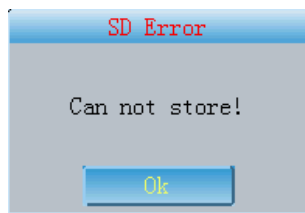

Fig. 7-30
(2) Si selecciona el modo "Sólo almacenamiento", cuando no haya tarjeta SD o se produzca un error de funcionamiento de la tarjeta SD, aparecerá el mensaje de la Fig.7-30 para indicar a los usuarios que el almacenamiento está inhabilitado debido a un error de tarjeta SD.